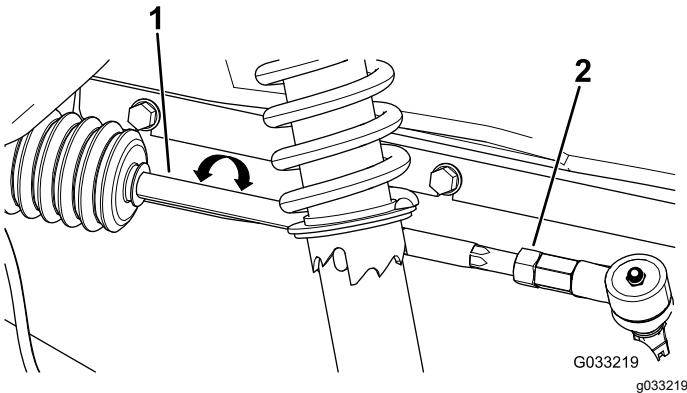

Figure 46
2. Si les mesures ne sont pas comprises entre 0 et 6 mm, desserrez les écrous de blocage aux deux extrémités extérieures des biellettes (Figure 46).